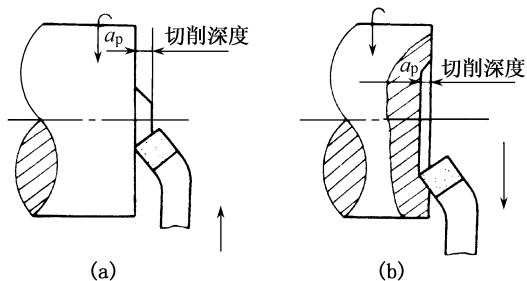
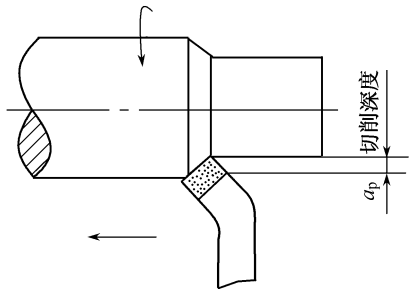

图3-15 横向进给车端面
图3-16 纵向移动车外圆
(1) 车平面的方法。开动车床使工件旋转,移动小滑板或床鞍控制吃刀量,然后锁紧床鞍,摇动中滑板丝杠进给,由工件外向中心或由工件中心向外车削,如图3-15所示。
(2) 车外圆的方法。
① 移动床鞍至工件右端,用中滑板控制吃刀量,摇动小滑板丝杠或床鞍作纵向移动车外圆,如图3-16所示。一次进给车削完毕,横向退出车刀,再纵向移动刀架滑板或床鞍至工件右端进行第二、第三次进给车削,直至符合图样要求为止。